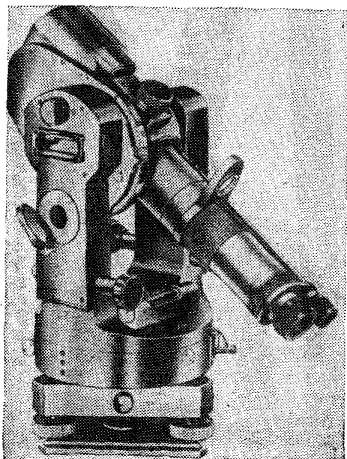

Рис. 9. Редукционный тахеометр Redta 002
2.19. Редукционный тахеометр Redta 002 (рис. 9) предназначен для измерения углов и линий в ходах полигонометрии с относительной погрешностью 1 : 5000. Может быть использован для определения координат углов кварталов и отдельных зданий и сооружений при комбинированном способе горизонтальной съемки.